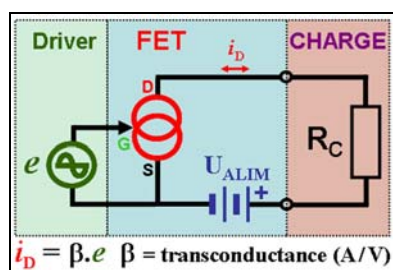

Figure 1 : Modèle généralisé utilisé dans l'article
Pour illustrer notre propos, nous prendrons un modèle d'amplificateur parfait à transistor MOSFET en montage "source commune". Ce modèle de FET, ramené à une source de courant commandée en tension (1), est valable aussi pour un transistor bipolaire en "émetteur commun" et pour un tube électronique en "cathode commune". Voir la figure 1.